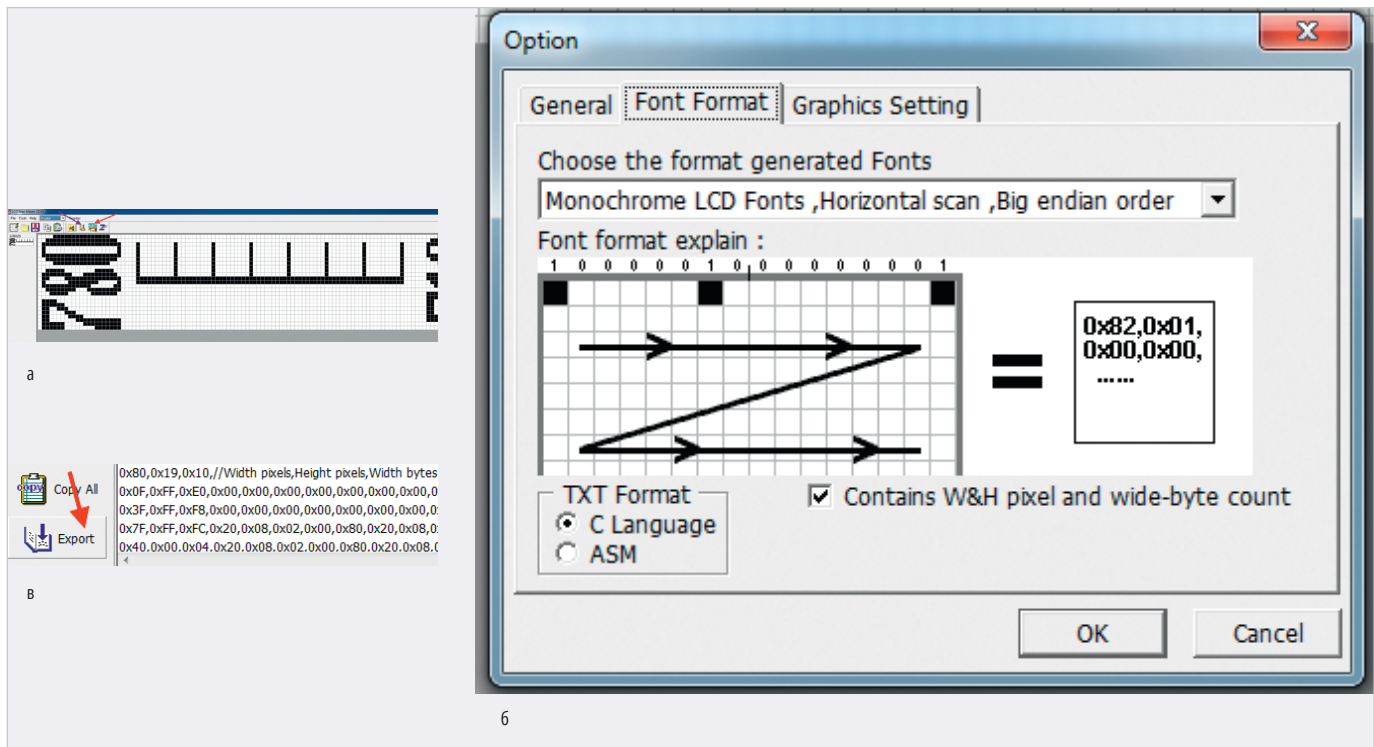

Рис. 5. Получение кодовой последовательности «картинки»: а) «картинка»; б) формат вывода кодов; в) получение файла с кодами
года, а максимальное (782 мм рт. ст.) – 14 декабря 1944 года. Реальный диапазон давлений, который показывал прибор, существенно уже: от 725 до 774 мм рт. ст. Для получения «картинки» использована хорошо известная программа LCD Font Maker V3.92. В этой программе подобная картинка была буквально нарисована, а для цифровых значений использован тот же шрифт Опух жирный, но меньшего размера. Далее специальной опцией поворота эта картинка была повернута на 90° (рис. 5а). После этого опцией настройки формата вывода (сиреневая стрелка, рис. 5а) был выбран формат слева направо и сверху вниз
(рис. 5б), а опцией кодировки картинки (красная стрелка рис. 5а) получены её коды (рис. 5в). Далее, нажав кнопку “Export” (красная стрелка, рис. 5в) и назвав нужный файл, можно получить все коды картинки, которые затем уже вставить в программу в виде массива. Если этот массив выводить подряд, то за счёт встроенного в контроллер дисплея инкрементирования и декрементирования счётчиков строк и столбцов все пиксели картинки выведутся туда, куда нужно. Размер картинки 128×25 пикселей, т.е. она строго вписывается в дисплей по вертикали (128), а расстояния между делениями в пикселях (10) как раз соответствуют 10 мм
Пусть, например, измеренное давление равно 753 мм рт. ст. Во-первых, от этого давления необходимо отнять минимальное его значение (710 – см. рис. 5а), чтобы столбец строго вписывался в картинку: 753 – 710 = 43. Далее, поскольку столбец выводится побайтно, необходимо выяснить, сколько целых байт содержится в числе 43. Для этого 43 надо просто нацело разделить на 8: 43/8 = 5, т.е. в данном случае получим 5 нижних байт столбца, которые должны быть нулевыми, чтобы столбец выводился чёрными пикселями. А остаток от деления (в данном случае это 3) определяет, что 3 младших бита верхнего байта столбца должны также быть нулевыми, чтобы они также выводились чёрными пикселями (байт в столбец дисплея выводится сверху вниз старшим битом вперёд). Как сформировать байт, у которого количество младших бит в точности соответствует остатку (в данном случае – 3)? Один из вариантов – взять число 0xff и сдвинуть его влево на число остатка (т.е. в данном случае на 3). Здесь необходимо напомнить, что при сдвиге байта влево освободившиеся от сдвига правые (младшие) биты устанавливаются в ноль. Таким образом, если давление равно 753, то столбец состоит из 5 полных нулевых байт и трёх младших нулевых бит 6-го (верхнего) байта. Для того чтобы этот столбец шириной в 1 пиксел вывелся на своё место, соответствующее картинке, необходимо также вывести верхние и нижние пробелы (равные 0xff).